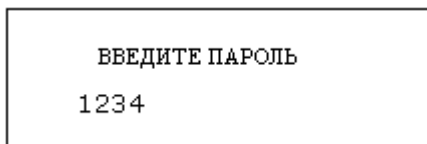

Рис. 5.3 Жидкокристаллический дисплей
- Нажмите клавишу **ФУНКЦИИ**, после чего на дисплее появится текст «Введите пароль», а ниже - ложный пароль «1234». (Рис. 5.3).